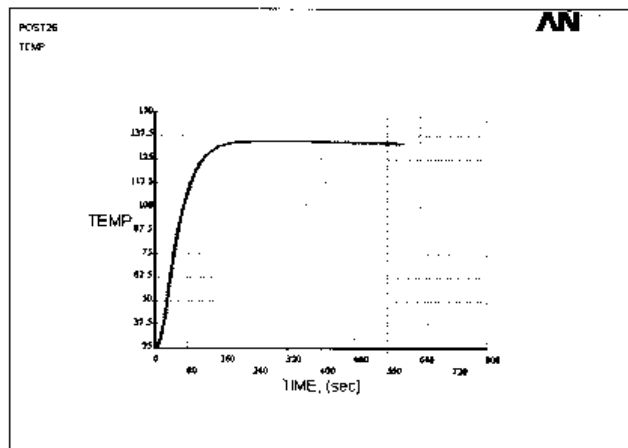

图 12-70 E 点温度随时间的变化关系曲线
(40) 选择 Main Menu | TimeHist Postpro | Graph Variables 命令, 出现 Graph Time-History Variables 对话框, 在文本框中输入 6, 单击 OK 按钮, ANSYS 显示窗口将显示 E 点温度随时间的变化关系曲线图, 如图 12-70 所示。